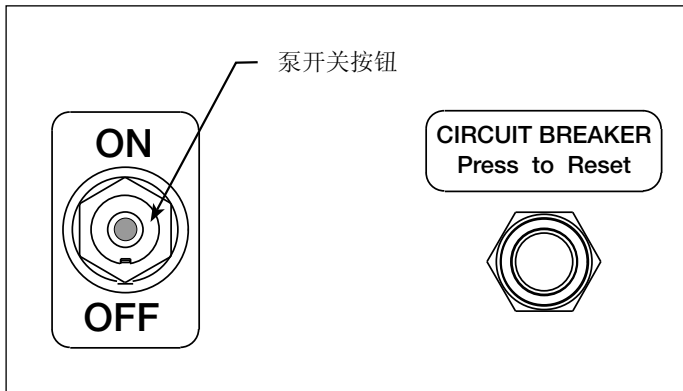

图 7 — 泵控制面板
5.1 泵开关（见图 7）
5.2 悬吊开关操作（见图 7）
4. 将设备连接到电源上。将泵的电源开关置于“ON”位置。见图 7。